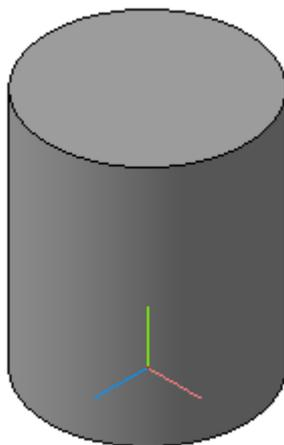

Рис. 5. Цилиндр
- система автоматически уточнила форму цилиндра (рис. 5).;